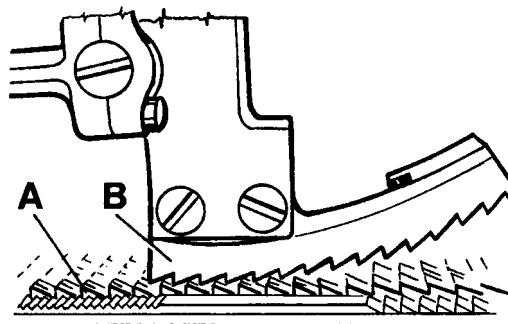

Fig. 17
Simultaneously the upper feed dog (B, Fig. 17) should be positioned so that the tips of its teeth engage with the tooth spaces of the lower feed dog (A), without contacting it. When the lower feed dog (A) is in its highest and the upper feed dog (B) in its lowest point of travel, there must be a small gap between both feed dogs.
Gleichzeitig muß der Obertransporteur (B, Fig. 17) so positioniert sein, daß die Spitzen seiner Zähne in die Zahnlücken des unteren Transporteurs (A) eingreifen, ohne diesen zu berühren. Wenn der untere Transporteur (A) in der höchsten und der Obertransporteur (B) in der untersten Stellung seiner Bewegung ist, muß zwischen beiden Transporteuren ein Luftspalt sein.